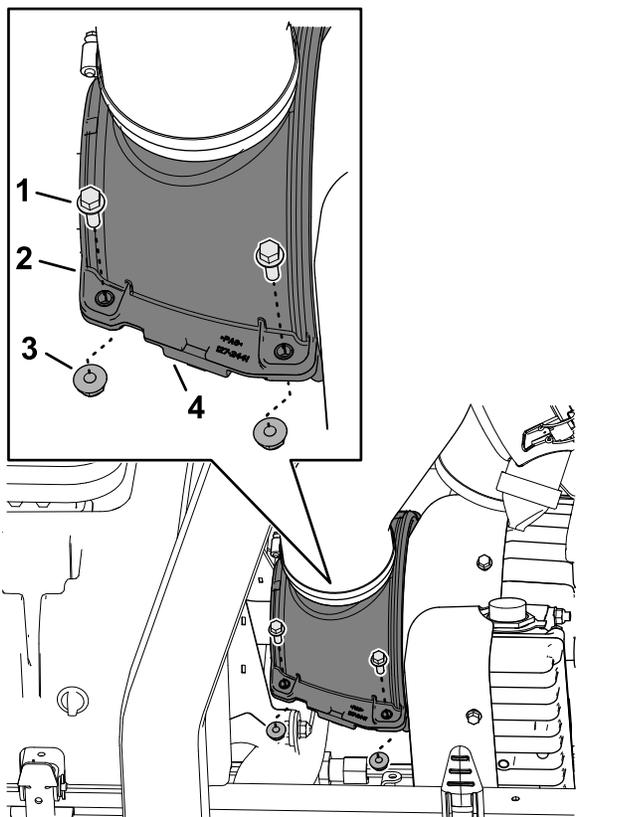

Figura 68
3. Fissate le metà delle coperture protettive di raffreddamento dell'aria del generatore e i perni di limitazione della compressione con le 4 viti a testa cilindrica flangiata e i 4 dadi di bloccaggio flangiati (Figura 68).